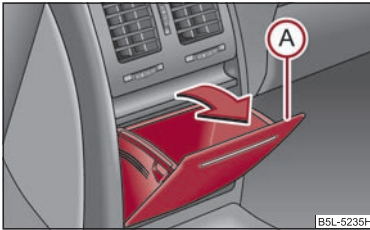

Fig. 95 Consola centrală spate: Compartimentul de depozitare
- Deschideți compartimentul trăgând de marginea de jos (A) ⇒ fig. 95 în sensul săgeții.